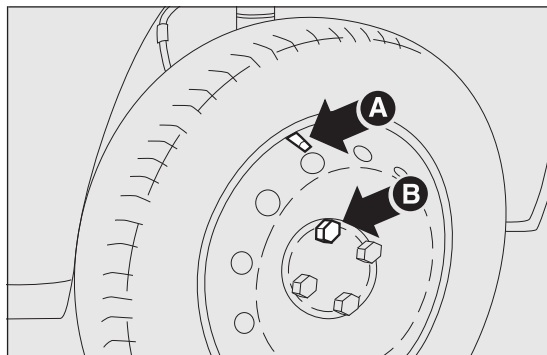

fig. 132
- ❑ per i veicoli con cerchi in acciaio, montare la ruota di uso normale avvitando la prima colonnetta B fig. 132 per 2 filetti nel foro più vicino alla valvola di gonfiaggio A;